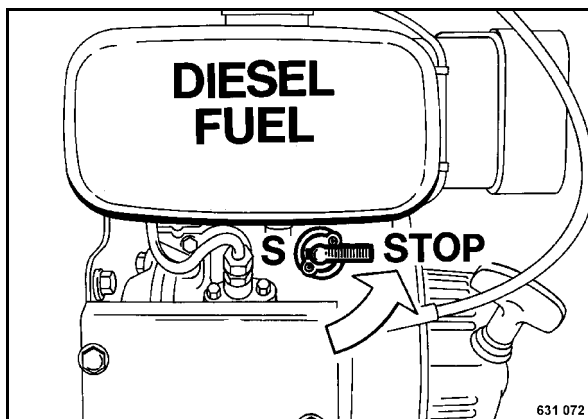

рис. 41
- Установить топливный кран (рис. 41) в положение "STOP".